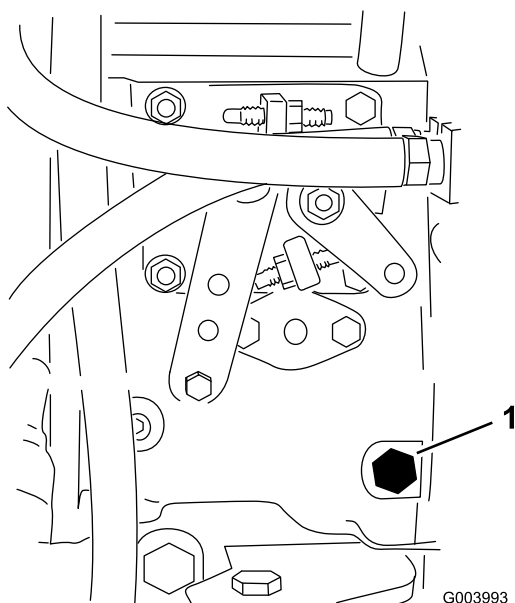

図 37
3. 燃料噴射ポンプ（図 37）についているエア抜きネジを、12 mmのレンチを使って開く。